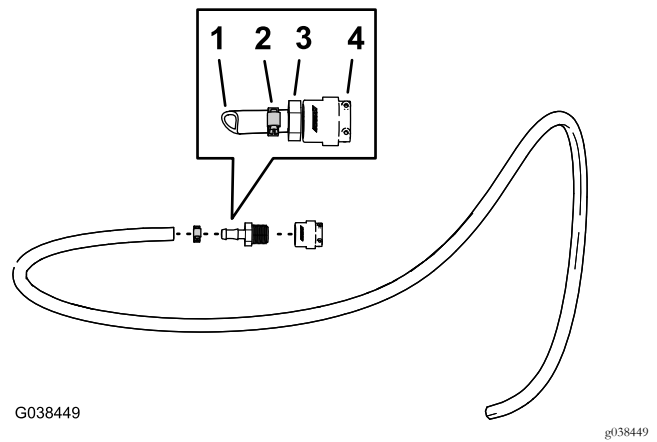

Figura 91
1. Aplique cinta PTFE a las roscas (Figura 91) del acoplamiento dentado recto (1/2").